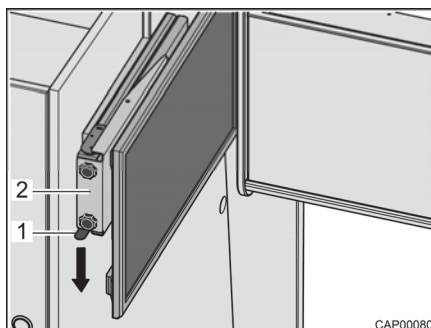

Fig. 94 Extension avec écran plat
- Presser le ressort à cran d'arrêt (Fig. 94,1) vers le bas et extraire l'extension (Fig. 94,2) avec l'écran plat à l'horizontale en direction du centre du véhicule.
- Pousser l'extension (Fig. 94,2) avec l'écran plat à l'horizontale jusqu'en butée. Le ressort à cran d'arrêt (Fig. 94,1) s'enclenche de manière audible.